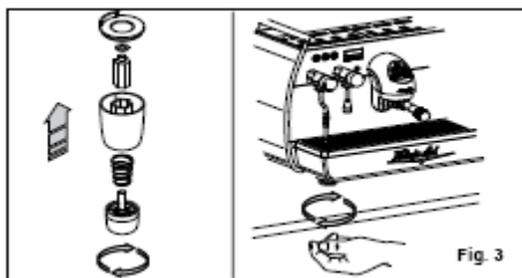

Рис.3
• прикрутите резиновую ножку в резьбу вставки, которая находится в корпусе (рис.3)